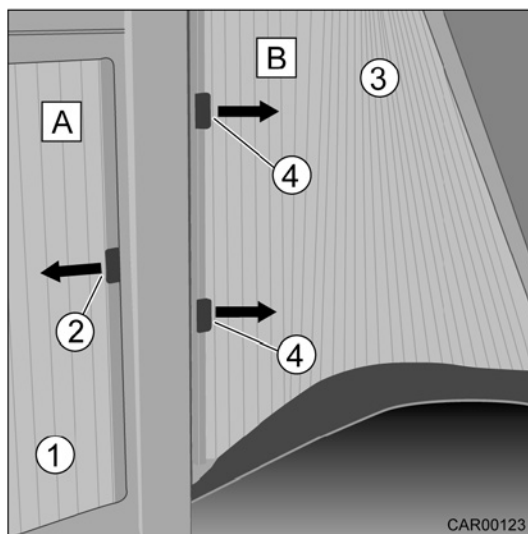

Fig. 100 Store occultant sur la vitre latérale/portière côté conducteur
1. Ouvrir le store (Fig. 100/1) dans le sens de la flèche (←).
2. Fermer le store (Fig. 100/1) dans le sens de la flèche (→) et le verrouiller au moyen d'un aimant (Fig. 100/2).
1. Ouvrir le store (Fig. 100/3) dans le sens de la flèche (→).
2. Fermer le store (Fig. 100/3) dans le sens de la flèche (←) et le verrouiller au moyen des fermetures à serrage (Fig. 100/4).